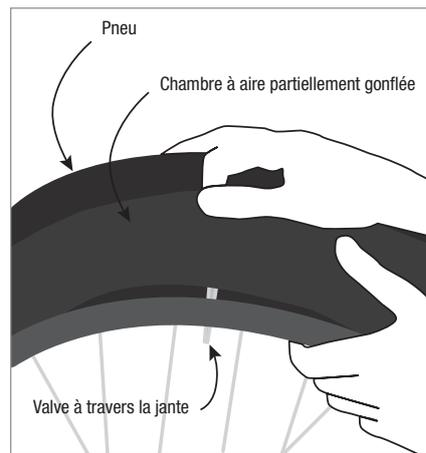

Figure 2
4. Faites glisser la tige de la valve du tube à travers le trou de la jante (Fig. 2). Si la tige de valve comporte un écrou de blocage, serrez-le sur la jante mais pas à fond. Poussez ensuite la chambre à air à l'intérieur du pneu